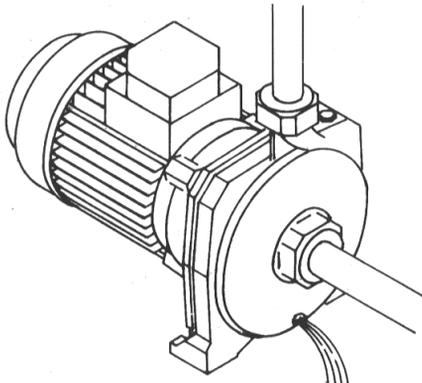

FIG. 5
- 1) Si l'installation reste sans fonctionner dans un lieu exposé au gel pendant longtemps, n'oublier pas de vidanger complètement le corps de pompe et les tuyauteries en dévissant le bouchon de vidange (fig.5). Autrement l'eau peut geler et fêler le corps pompe ainsi que les tuyauteries. Cette opération est également conseillée si la pompe reste longtemps sans fonctionner à température ambiante normale.